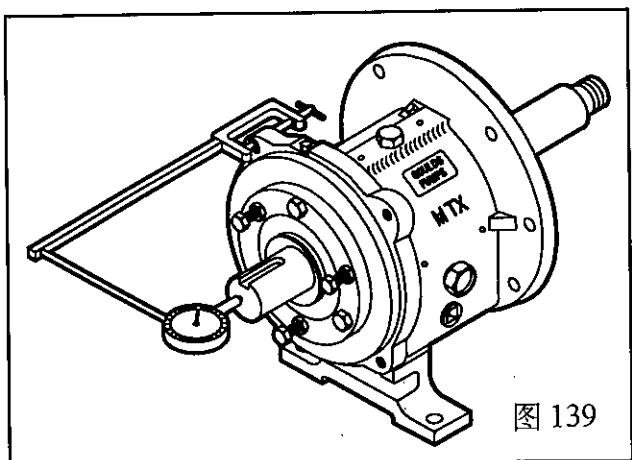

图 139
2. 检查轴端面跳动，用手将轴盘动，然后反向盘动，注意百分表指针的移动，如果百分表上最大读数超过表 10 中数值，拆卸并分析原因(图 139)。